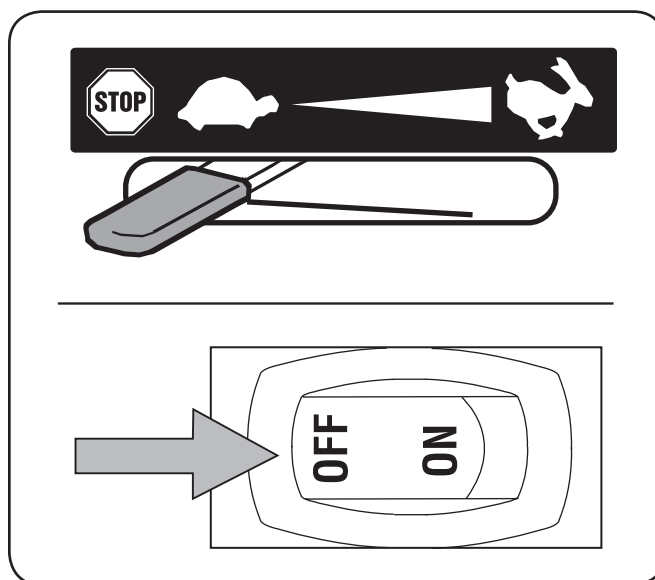

Figure 5-2
1. El regulador de movimiento controla la palanca para PARAR la posición (de ser equipado) o empujar el interruptor de rockero a LEJOS. Vea la Figure 5-2.